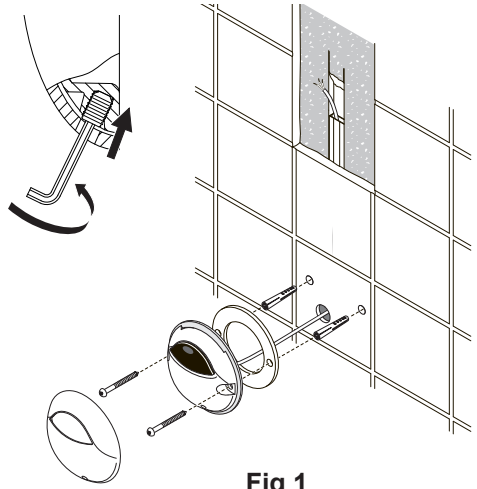
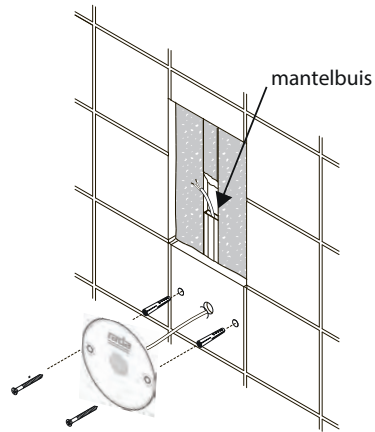

Fig 1
Fig 3
1. Frees een uitsparing in de wand, plaats een geschikte mantelbuis voor de kabel van de bedieningssensor. Voorkom scherpe knikken in de mantelbuis. Zorg, voor de juiste afdichting, dat de bedieningssensor gemonteerd kan worden in het midden van een wandtegel. Houd het gat in de tegel voor de kabel klein. (**Fig. 1**). Voor onderhoud wordt geadviseerd de kabel enige ruimte te geven achter de bedieningssensor (**Fig. 3**). Voor verlenging van de kabel worden drie 3M™ connectoren meegeleverd (zie **het verlengen van kabels**). **Let op!** Boor niet in leidingen, mantelbuis of kabel.
1. Frees een uitsparing in de wand, plaats een geschikte mantelbuis voor de kabel van de bedieningssensor. Voorkom scherpe knikken in de mantelbuis. Zorg voor de juiste afdichting, dat de bedieningssensor gemonteerd kan worden in het midden van een wandtegel. Houd het gat in de tegel voor de kabel klein. (Fig. 3).